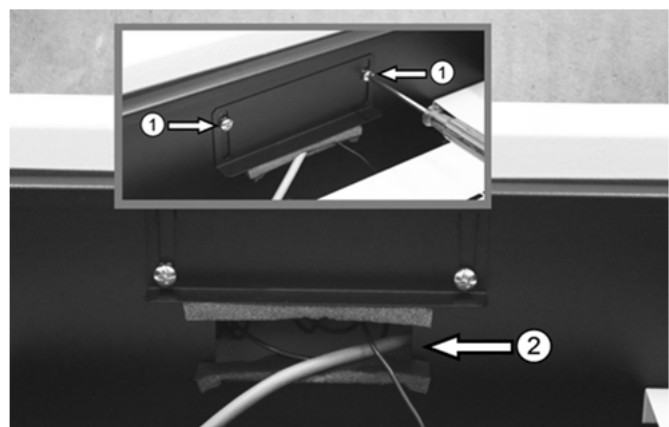

Fig. 16 : Passage de câble ② au tableau
- ➔ Tirez les lignes électriques par le passage de câbles ② (voir Fig. 16, page 14) au tableau.